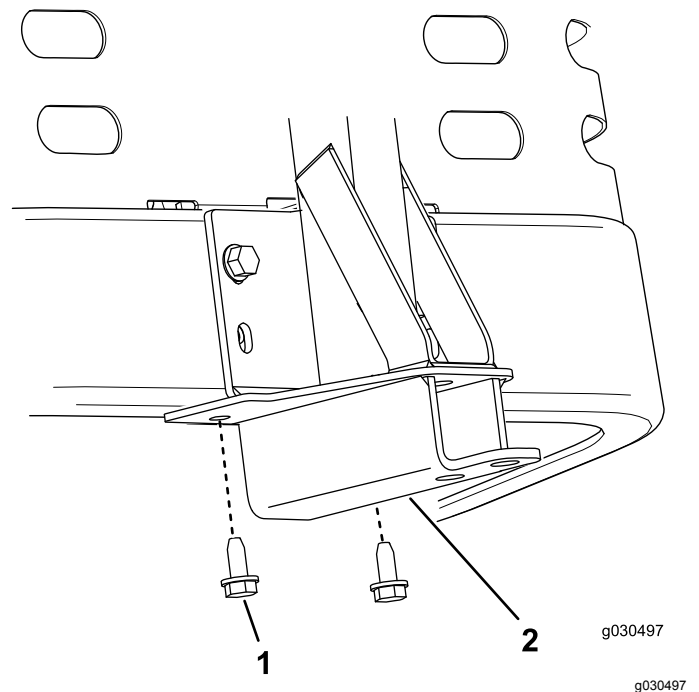

Figure 16
2. Fixez le cadre pivotant au bas du cadre de la machine à l'aide de 2 vis autotaraudeuses (5/16" x 3/4"), comme montré à la Figure 16.